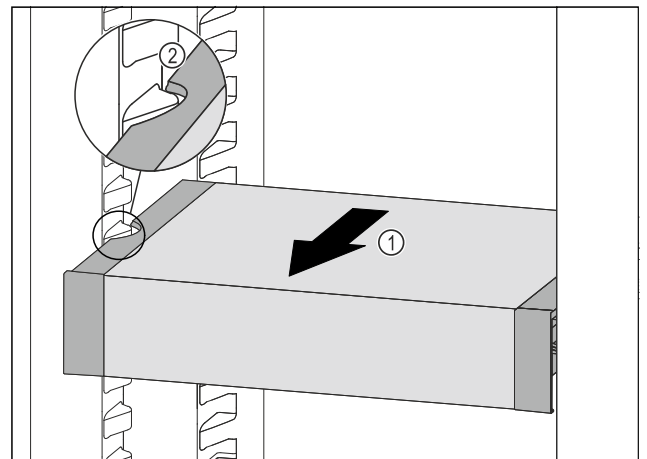

Fig. 46
- ▶ VarioSafe naar voren trekken Fig. 46 (1), tot de uitsparingen aan de zijkant van de VarioSafe zich ter hoogte van de rib in het koelgedeelte bevinden. Fig. 46 (2)